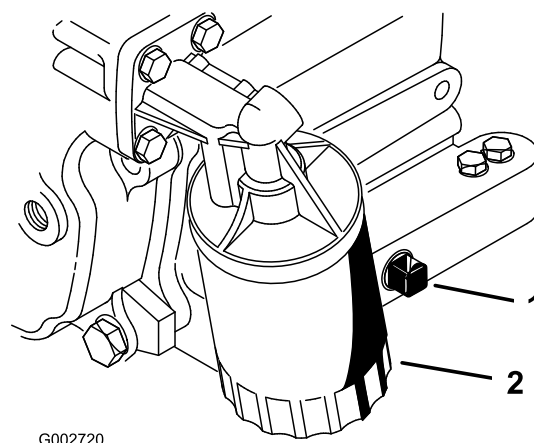

Figura 16
2. Retire o tampão de escoamento (Figura 16) e deixe o óleo escorrer para um recipiente adequado. Quando o óleo parar, volte a montar o tampão de escoamento.
3. Retire o filtro do óleo (Figura 16). Aplique uma leve camada de óleo limpo na gaxeta do novo filtro.